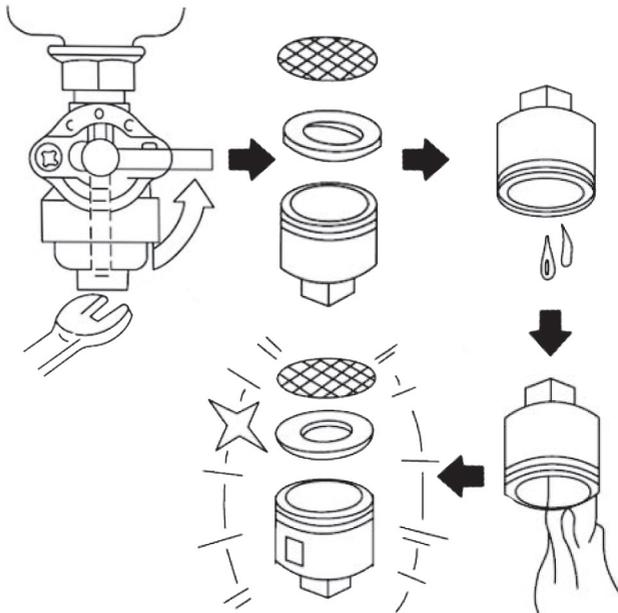

Рис. 18
**Промывка отстойника топлива** (Рис. 18)